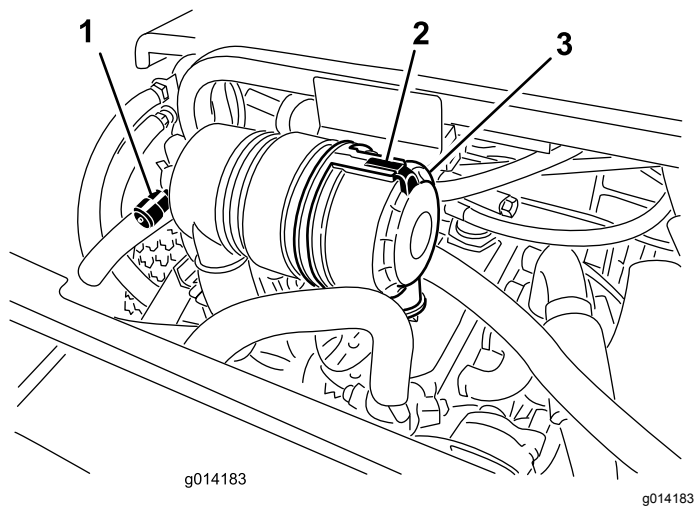

Bild 34
damit das Schmierfett besser durch die obere und untere Drehzapfen-Büchse wandern kann. Das Schmierfett sollte oben und unten aus dem Achsengehäuse bzw. Büchsenbereich aller vier Drehzapfen austreten (Bild 34).
Warten Sie den Luftfilter nur, wenn die Wartungsanzeige dies angibt (Bild 34). Das frühzeitige Auswechseln des Luftfilters erhöht nur die Gefahr, dass Schmutz in den Motor gelangt, wenn Sie den Filter entfernen.
1. Lösen Sie den Riegel, mit dem die Abdeckung des Luftfilters am Luftfiltergehäuse befestigt ist (Bild 34).